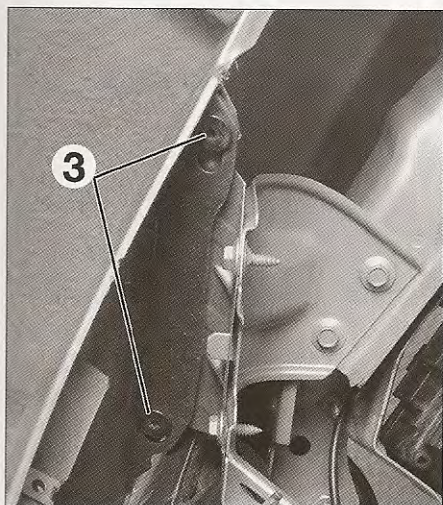

FIG. 4
- los tornillos de fijación laterales (3) del parachoques (fig. 4).